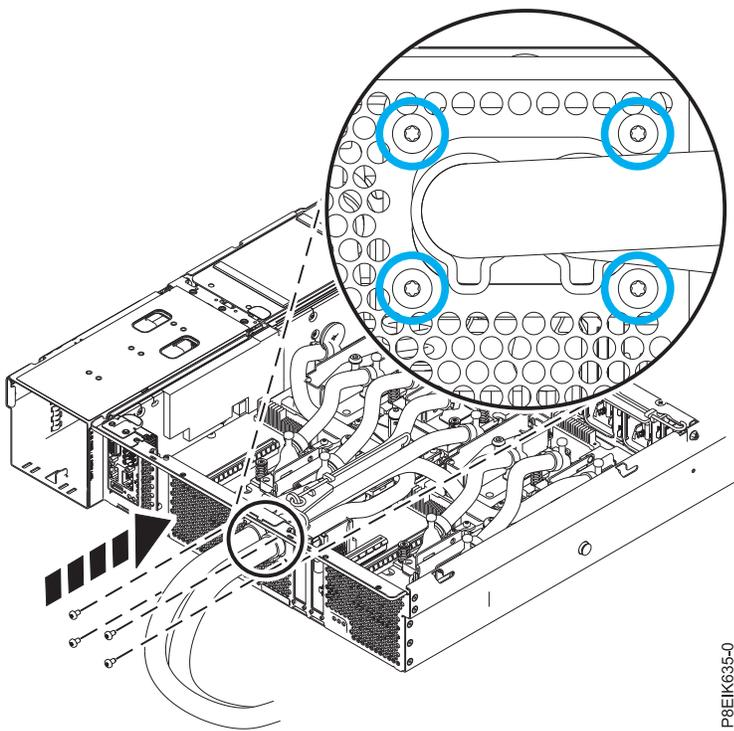

図 45. 背面の冷却水ホースねじの再取り付け
9. 冷却水ホースをシステムの背面に固定する 4 本のねじを再取り付けします (図 45 を参照)。